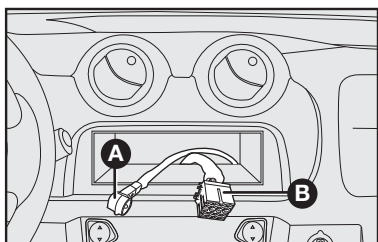

fig. 78
- cabo e plugue de alimentação elétrica para o autorrádio **B-fig. 78**.
- cabo e conector para antena de teto **A-fig. 78**.
- cabos e plugue para conexão dos alto-falantes e tweeters **B-fig. 78**.
- cabo de alimentação do autorrádio **B-fig. 78**.
- cabo para tweeter e alto-falantes dianteiros **B-fig. 78**.